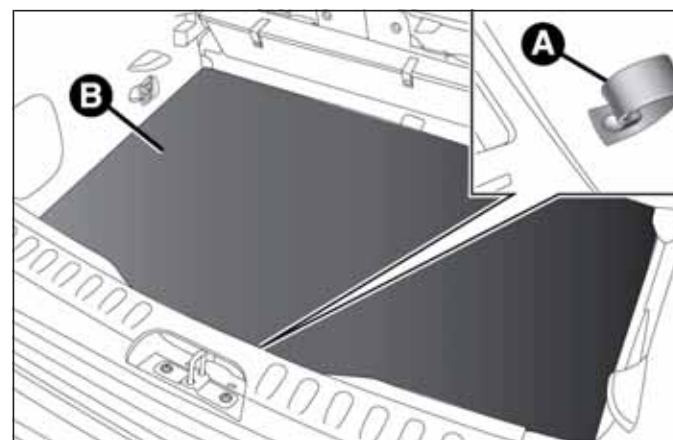

fig. 96
- ☐ tirar de la lengüeta A fig. 96 y levantar la alfombrilla de revestimiento B.